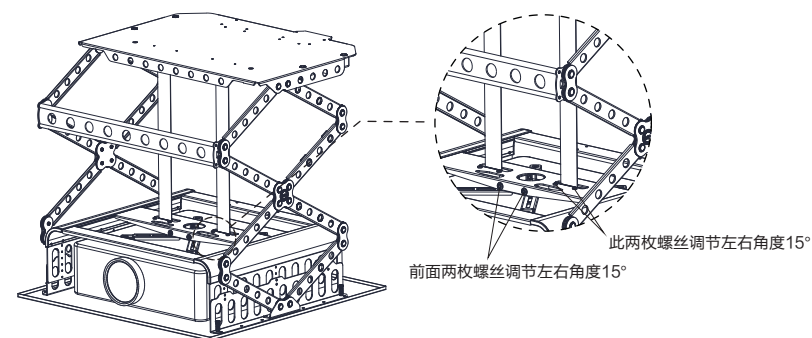

图5
## 三.投影机角度调节 (图5)
1.如图5所示,检测电动吊架在前后及左右方向上的水平。如有倾斜,可通过调节图示中螺母的上下位置,来调整投影机的水平,投影机重心不能过于前倾。